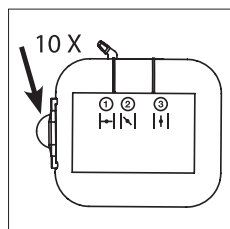

Fig. 12
1. Pressione o bulbo injetor de gasolina 10 vezes, ou até que o combustível esteja visível [Fig. 12].